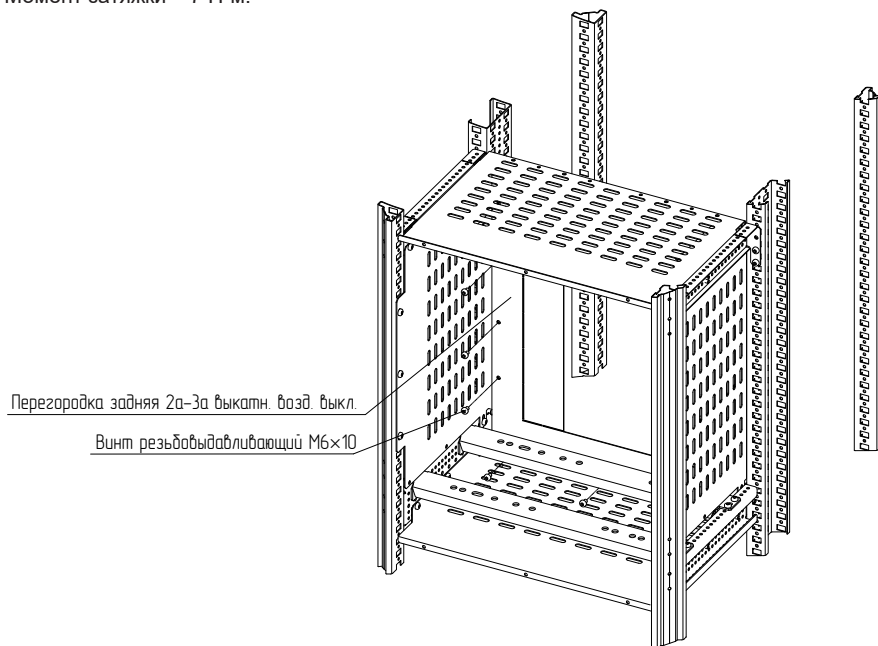

Рисунок 64
4.22.8 Закрепить перегородку заднюю 2а – 3а выкатной ARMAT (далее – перегородка задняя) на перегородках горизонтальных, перегородках боковых винтами М6×10 (рисунок 64). Момент затяжки – 7 Н·м.